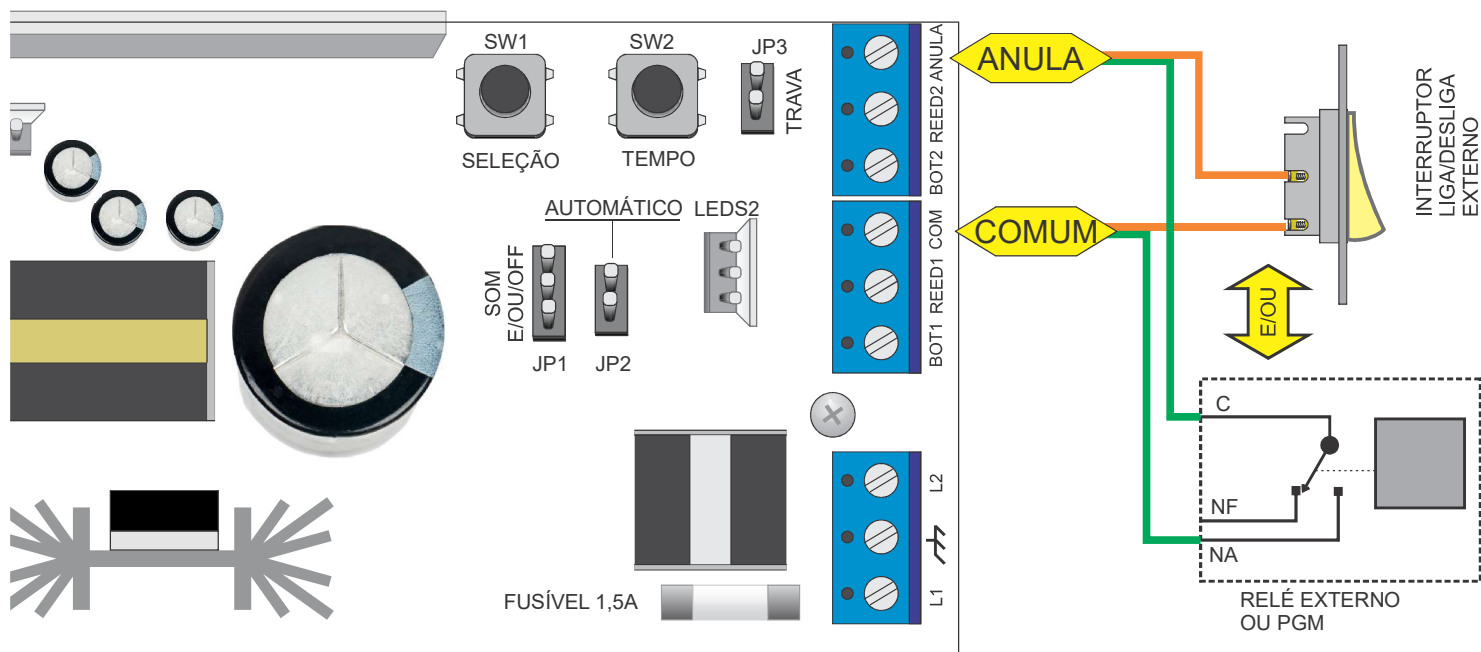

Figura 6 - Lado direito da placa
- Usando um interruptor conectado entre o borne **ANULA** e o **COMUM** (figura 6).
- Através de um relé conectado entre o borne **ANULA** e o **COMUM**. Podem ser relês de equipamento controlado remotamente (via IP) normalmente encontrado em portarias remotas ou mesmo relês de PGMs. Veja figura 6.
O controle remoto incluso no kit já vem cadastrado na fonte. Para incluir mais controles remotos (TXL-2), siga os passos abaixo e utilize a figura 6 como referência. Como exemplo, cadastrar o botão 1 do controle remoto no relé 1 e o botão 2 do controle remoto no relé 2.